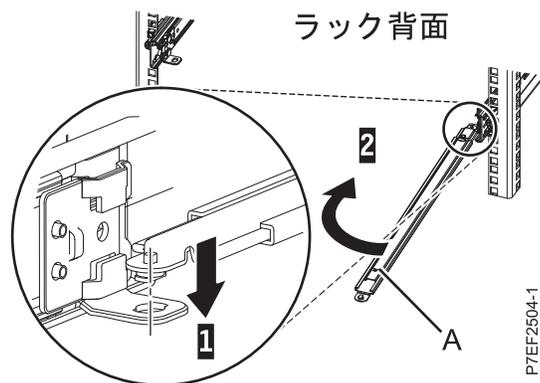

図 12. サポート・アームの接続
1. 図 12 に示すように、ケーブル・マネジメント・アームは、サーバーの背面に向かって、右側に取り付ける必要があります。サポート・アームの一方の端 (A) を、右側のスライド・レール (1) に接続し、サポート・アームのもう一方の端をラックの左側 (2) に向かって回転できるようにします。